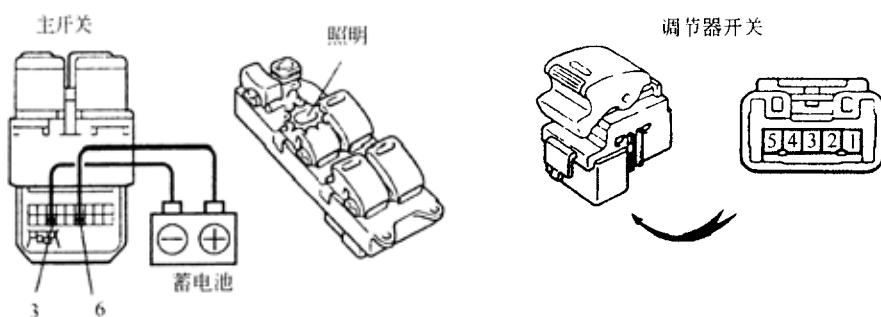

图 9-222
2) 检查主开关照明，如图 9-222 和表 9-99 所示。